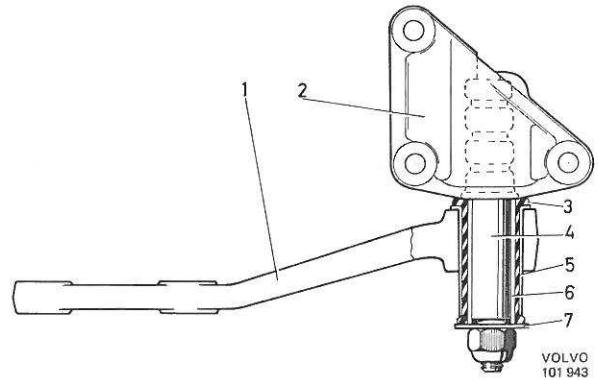

Figure 87. Montage de bras intermédiaire
3. Enlever les trois vis de fixation du support (2, figure 87) et déposer l'ensemble
3. Enlever l'écrou et la rondelle (7, figure 87) et déposer le bras intermédiaire (1).